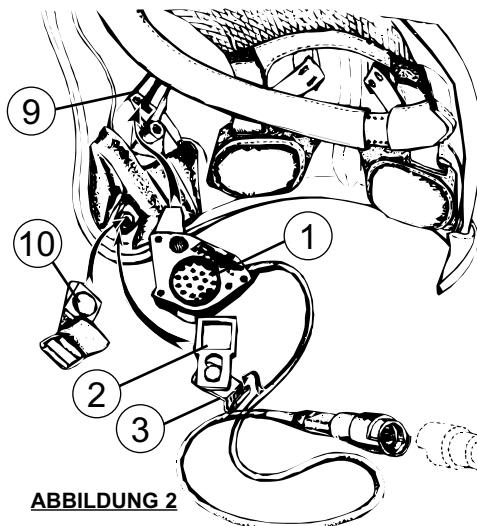

ABBILDUNG 2
Die Mikro-Fernhörer Einheit ① (Abbildung 2) in die dazu vorgesehene Nute einsetzen. Sie befindet sich auf der rechten Innenseite des Helms (sie dient ebenfalls zur Kappebefestigung) ⑨.